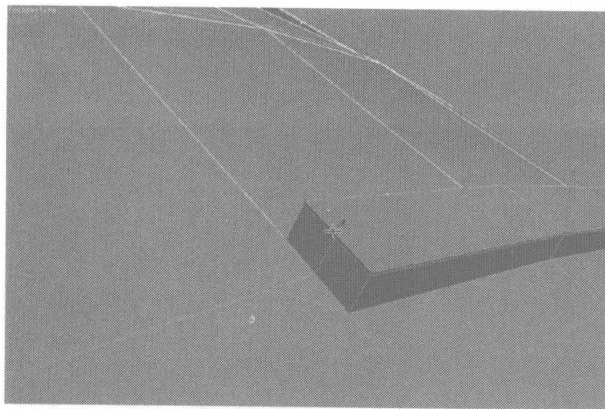
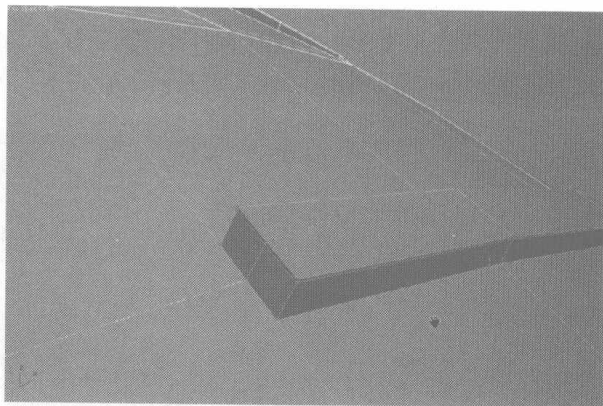

图 7.176
图 7.177
- 20** 单击右键，在弹出的快捷菜单中选择 Cut 命令，对照图 7.176 中的位置切出细分曲线。然后单击右键，在弹出的快捷菜单中选择 Remove 命令，移除多余的曲线和节点，如图 7.177 所示。